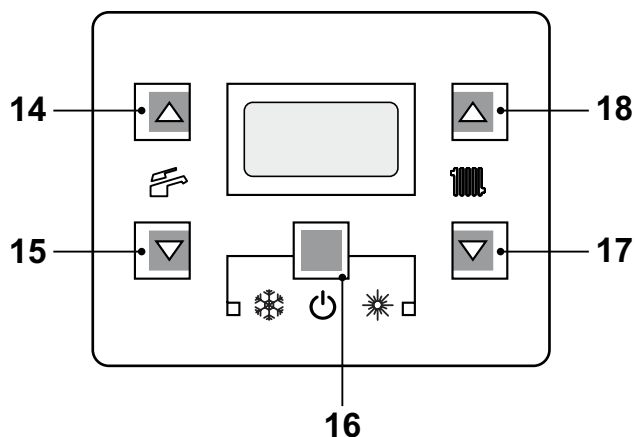
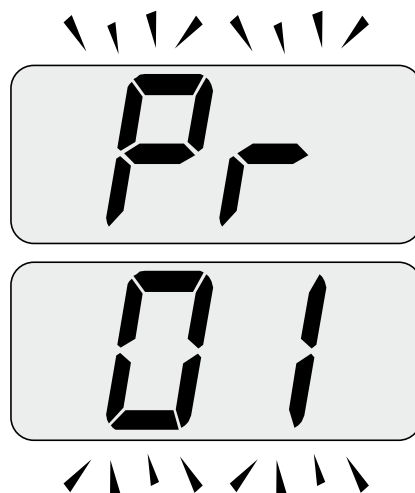

Figura 9.14
Figura 9.15
- Entrare in "modalità programmazione" premendo contemporaneamente per 10 secondi i tasti 16 - 17 - 18 (Figura 9.14) fino a far apparire sul display LCD le lettere **Pr** che si alternano con il codice **01**, indicanti l'entrata nel "parametro 01"(Figura 9.15).
- Premere contemporaneamente i tasti 17 e 18 (Figura 9.14) fino a far apparire sul display LCD le lettere **LP** che si alternano con il valore di temperatura dell'acqua di riscaldamento (es.45), indicanti l'entrata nell'attivazione della "funzione spazzacamino" alla potenza minima (Figura 9.16).
- Ripremendo contemporaneamente per 10 secondi i tasti 16 - 17 - 18 (Figura 9.14